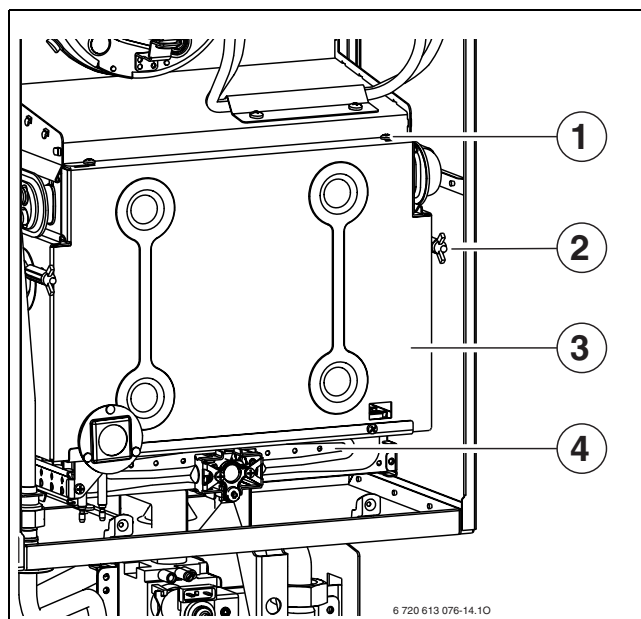

Fig. 48 Se deschide arzătorul
- ▶ Se scoate peretele frontal al camerei de ardere și arzătorul (→ Fig. 48).